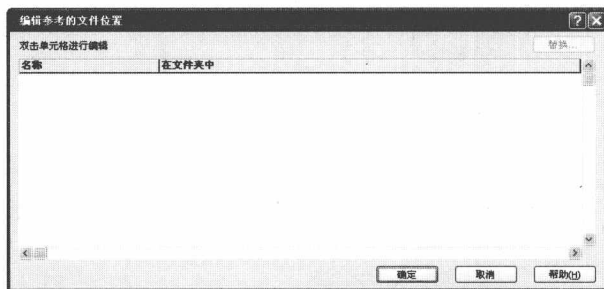

图 1-7 【编辑参考的文件位置】对话框
- 参考：单击该按钮可以显示当前所选装配体或工程图所参考的文件清单，文件清单显示在【编辑参考的文件位置】对话框中，如图 1-7 所示。